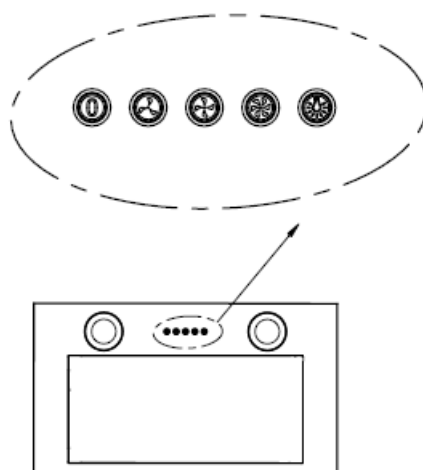

Рис. 8
9. Установите блок переключателя. При правильной установке положение выпускного отверстия или световых иконок должно быть справа. Выровняйте положение кнопки переключателя и отверстия в панели, предназначенного для нее. Прижмите выступы блока переключателя к крепежным отверстиям кронштейна переключателя. Вытяжка установлена правильно, если кронштейн переключателя закреплен внутри блока переключателя. См. рис. 8.